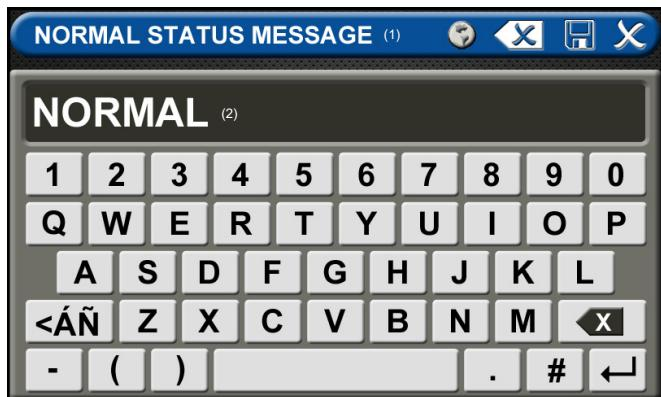

Figura 25: Pantalla de mensaje de estado normal
2. Toque el botón Erase (Borrar) del teclado para eliminar la descripción existente (figura 25).